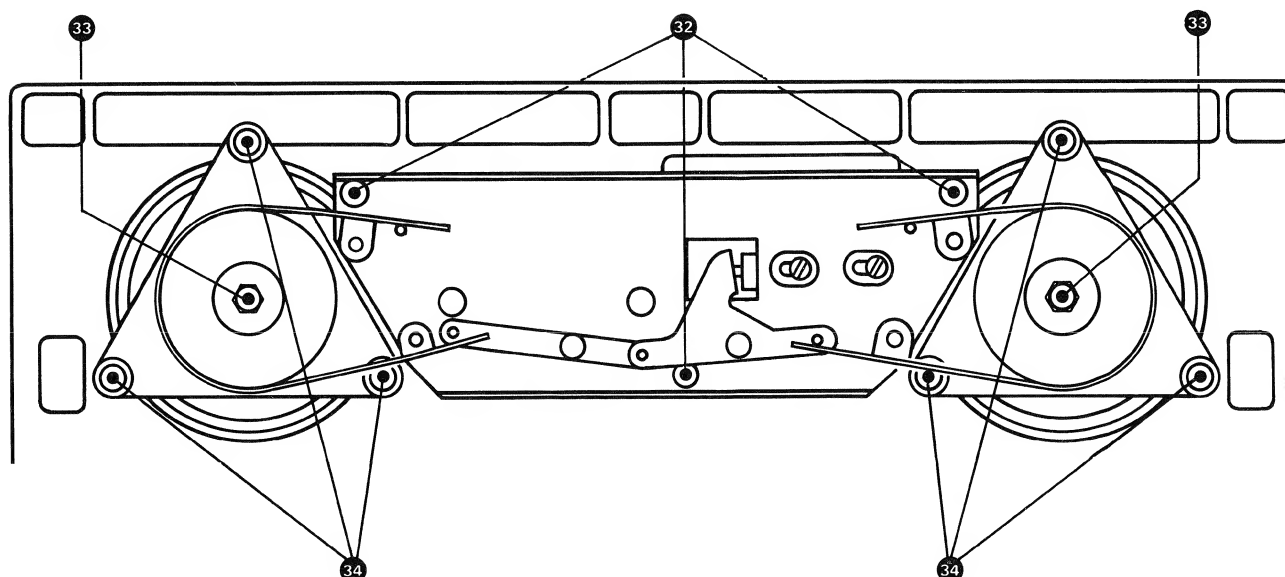

Fig. 2.11.-2
- Remove three screws (32) (fig. 2.11.-2).
- 3 Schrauben (34) (Fig. 2.11.—2) lösen.